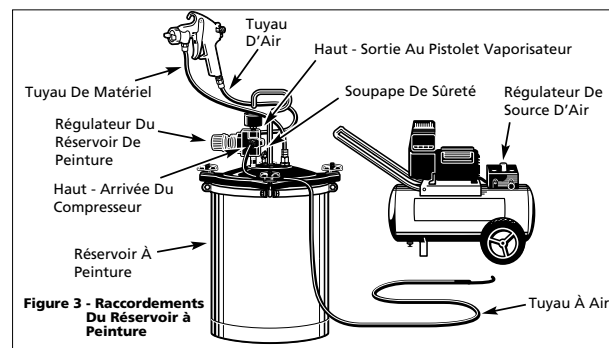

Figure 3 - Raccordements Du Réservoir à Peinture
Les raccordements corrects pour l'utilisation avec un réservoir de peinture pressurisé sont illustrés dans la Figure 3. Se référer aux illustrations fournies avec le réservoir de peinture pour les raccordements et l'usage. **NE PAS UTILISER UN RÉSERVOIR POUR PEINTURE SANS LIRE CES DIRECTIVES.**
6. Le bouton de soupape pression/siphon doit être serré au sens des aiguilles d'une montre (en direction S) lorsque vous utilisez un réservoir à peinture pressurisé, comme illustré dans la Figure 3. Ceci empêche l'échappement d'air pressurisé de l'orifice de soupape de pression du godet lorsque le godet n'est pas utilisé.